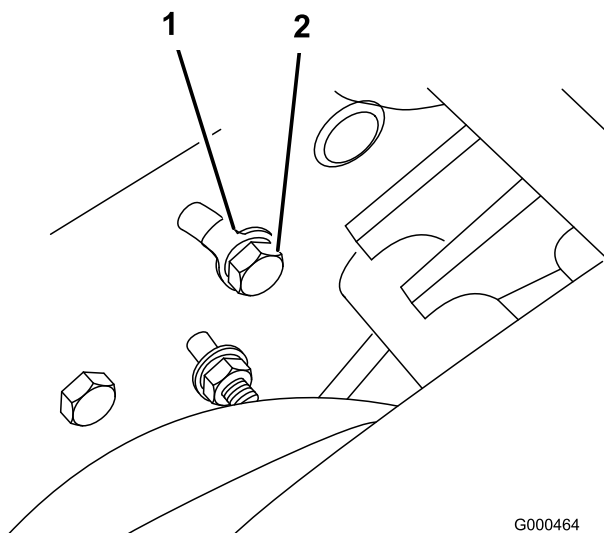

Figura 42
- A. Desaperte a cavilha, localizada na parte de trás da placa lateral, que fixa o suporte intermédio à placa lateral (Figura 42).